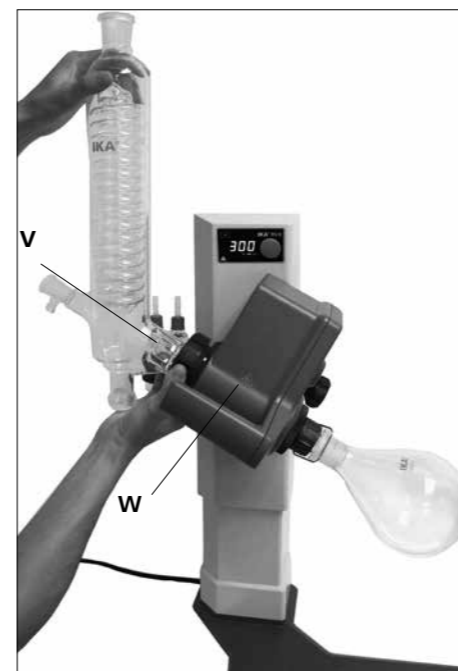

Fig. 17
- 将冷凝管安装在旋转机构(W)上并手动拧紧螺母。(Fig. 17)